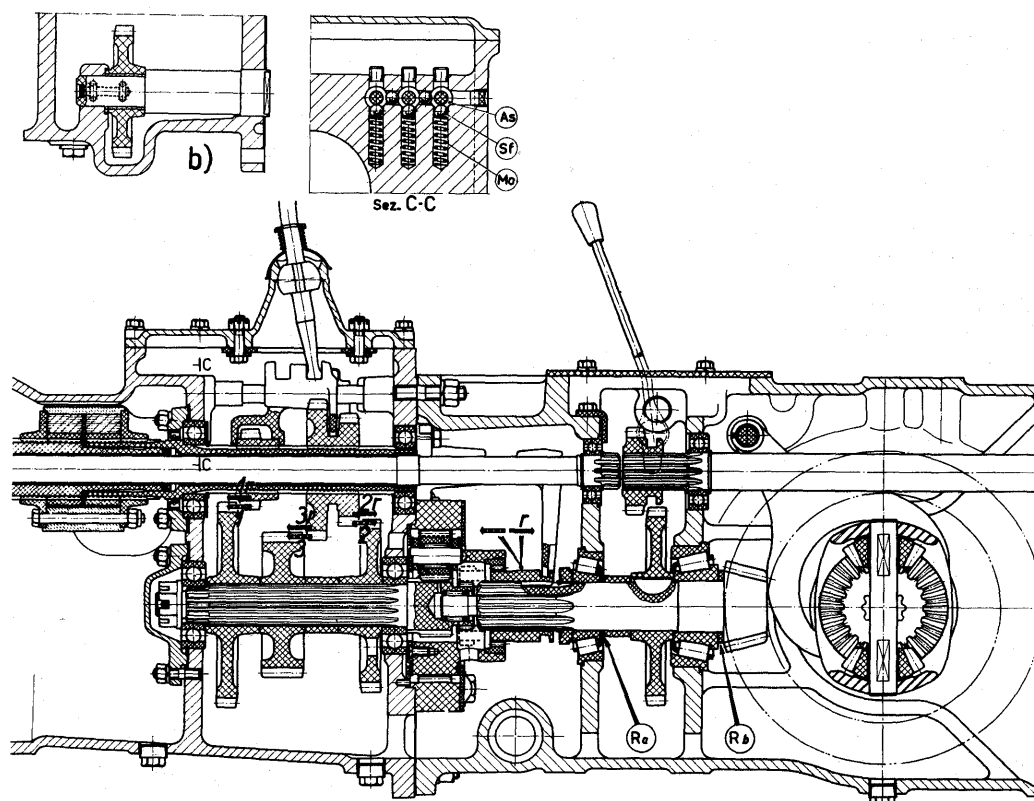
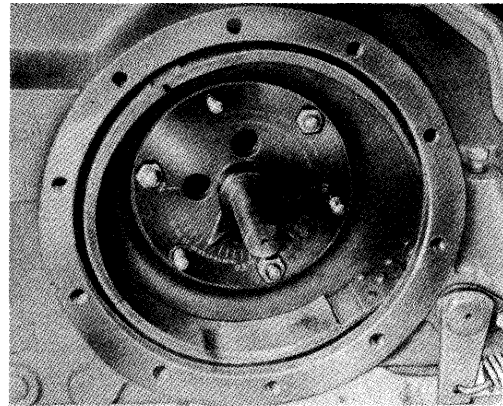

Fig. 24. Snit af transmissionshuset.
Fig. 26. Specialværktøjet A 137 010 til kontrol af spidshjulsdybden (indgrebet).
1. Monter spidshjulsakslen med lejer, kraftudtagstandhjul, skive og shims (Ra i fig. 24). For at anslå shimstykkelser kan man trække summen af tandhjulets bredde og afstandsskivens tykkelse fra 58,5-59,5 mm. Spidshjulsakslen skal kunne drejes frit og uden slør. Er dette tilfældet erstattes shimpakningen med en tilsvarende, men 0,05 mm tyndere (.002"). Lejerne skulle herefter have en forspænding på ca. 50 kpm.
3. Bemærk det indtætsede tal med + eller - på spidshjulsakslens ende. Monter spidshjulsakslen komplet med alle dele og en ring Rb (se fig. 24) under spidshjulet, i en tilfældig tykkelse. Monter specialværktøjet FIAT A 137 010 (se fig. 26), og drej dets aksel højre om (med uret), således at dets excentriske del går mod spidshjulets endeflade. Aflæs skalaen, der er indtætsede fra 92 til 94 mm. Hvis den aflæste værdi overstiger 93 mm plus eller minus det på spidshjulet indtætsede, vil det være nødvendigt at udskifte skiven Rb med en anden. Den nye skive skal være lige så meget tykkere som differensen mellem de to værdier. Omvendt hvis den aflæste værdi er mindre end 93 mm plus eller minus det på akslen indtætsede.